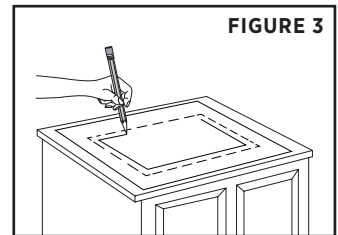

FIGURE 3
Please refer to template for both sink and faucet cut-out. Trace the cut-out line from the template onto the vanity (this will be the cut-out line). Make sure that the cut-out line is positioned properly on the vanity **(FIGURE 3)**.
*Veillez vous reporter au modèle, tracez la découpe à partir du modèle sur la vanité (cette ligne sera la ligne de découpe). S'assurer que le rebord soit positionné correctement sur la vanité **(FIGURE 3)**.*